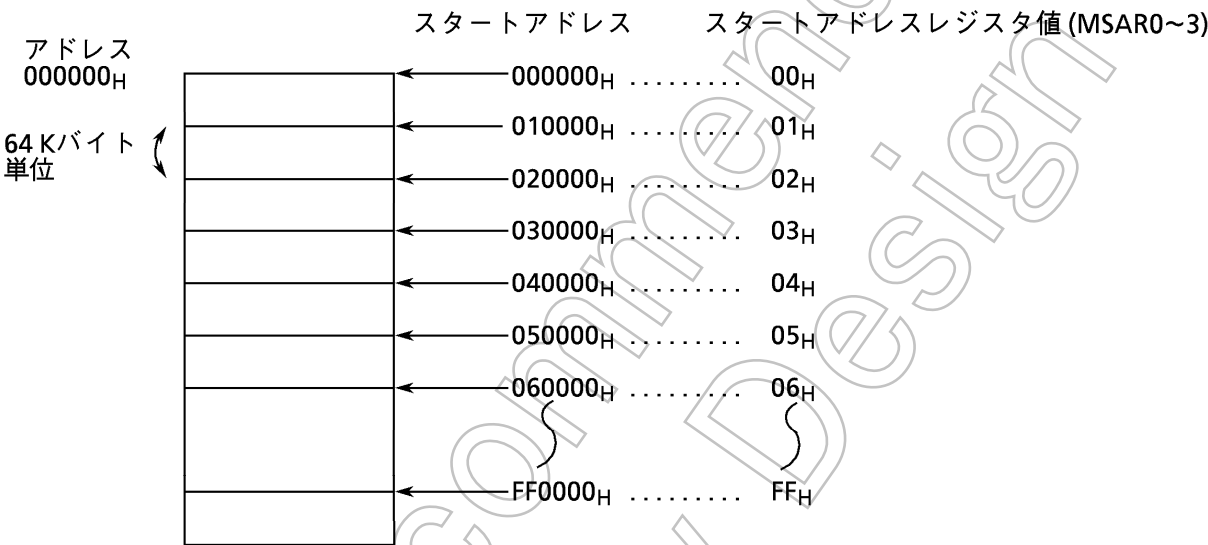

図3.6 (5) スタートアドレスの設定場所
アドレスデコーダのブロック図 (図3.6 (2)~(4)) からわかるとおり、 $\overline{CS0}$ は**A8~A20**, $\overline{CS1}$ は**A8~A21**, $\overline{CS2} \cdot \overline{CS3}$ は**A15~A22**のアドレスの値を比較するか、比較しないかによって、チップセレクト信号の出力できるアドレスエリアを指定することができます。